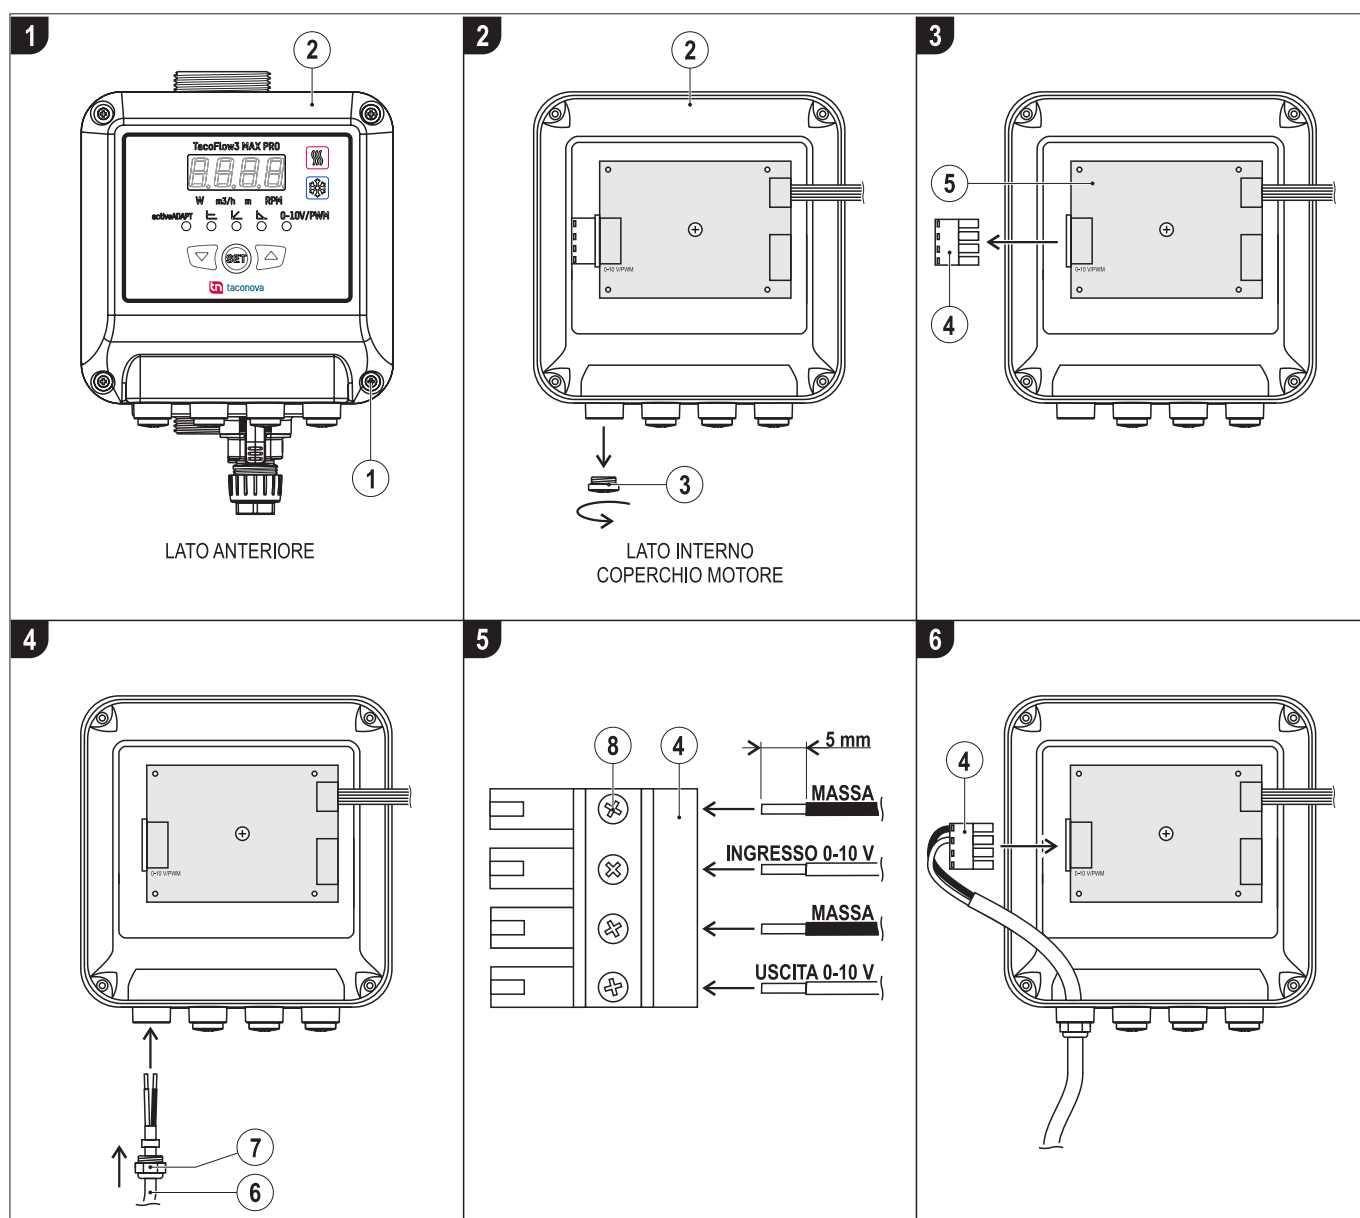

FIG. 11 (Collegamento esterno per segnale 0-10 V / PWM)
- 1) Svitare le quattro viti (FIG. 11 - Rif. 1) che fissano il coperchio motore (FIG. 11 - Rif. 2)
- 2) Svitare un tappo uscita segnali (FIG. 11 - Rif. 3)
- 3) Scollegare il connettore (FIG. 11 - Rif. 4) dalla scheda elettronica (FIG. 11 - Rif. 5)
- 4) Inserire il cavo (FIG. 11 - Rif. 6) nel pressacavo M12x1,5 (FIG. 11 - Rif. 7) e avvitarlo al coperchio
- 5) Spellare (MIN. 5 mm) le estremità dei fili, inserirli nel connettore (FIG. 11 - Rif. 4) e fissarli con le viti (FIG. 11 - Rif. 8)